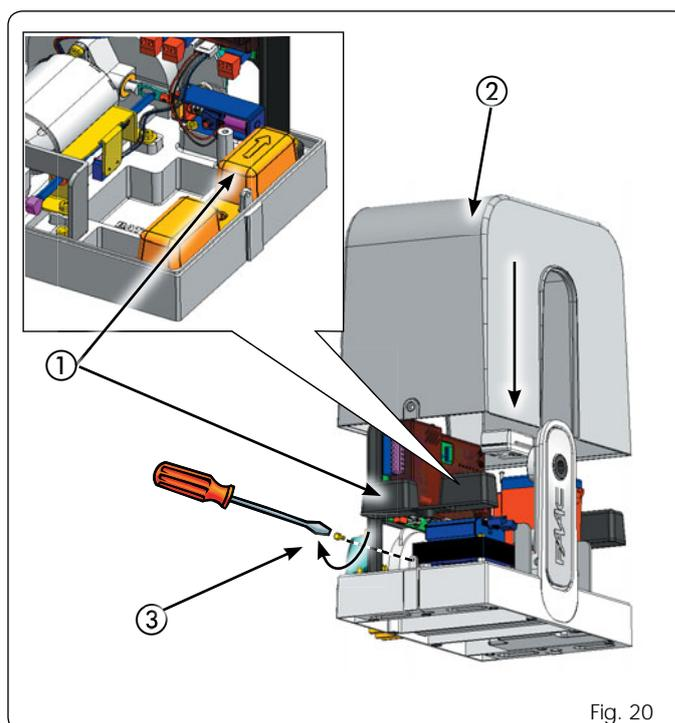

Fig. 20
Monte a presión las tapas de plástico de los tornillos de fijación del operador comprobando que la flecha mire hacia la cancela (Fig. 20 ref. ①), introduzca el cárter de protección (Fig. 20 ref. ②) y fíjelo con los dos tornillos laterales específicos (Fig. 20 ref. ③). Entregue al cliente la "Guía del usuario" y explíquelo como debe usarse el motorreductor para un funcionamiento correcto, destacando las zonas de peligro potencial del automatismo.